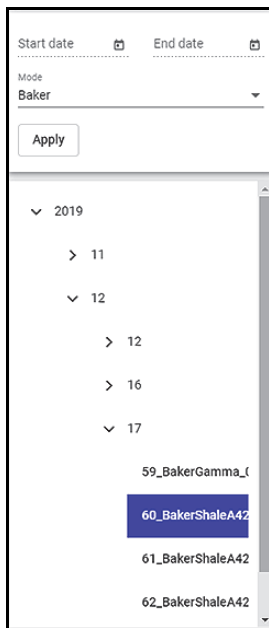

图 5-7 在列表中选择的结果
5. 在出现的列表中，选择想要显示的日期和结果（参见第72页的图 5-7）。